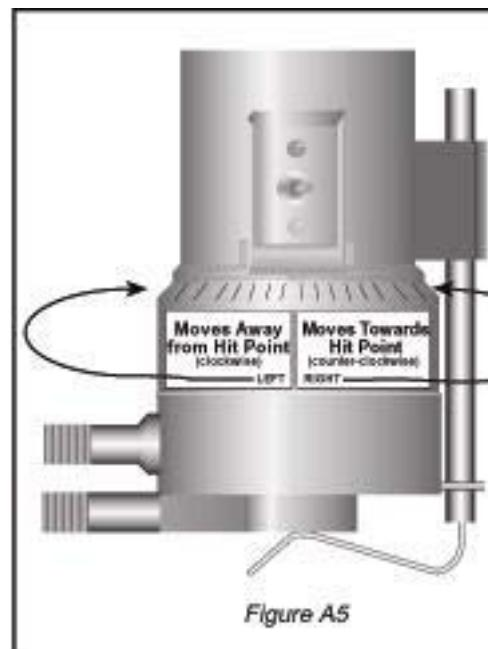

Figure A5
2. Si la lumière de contact (jaune) est éclairée, tourner la bague de réglage micrométrique dans le sens des aiguilles d'une montre (quand vous regardez vers bas de l'appareil) jusqu'à ce que la lumière ne soit plus éclairée.(voir Figure A5).